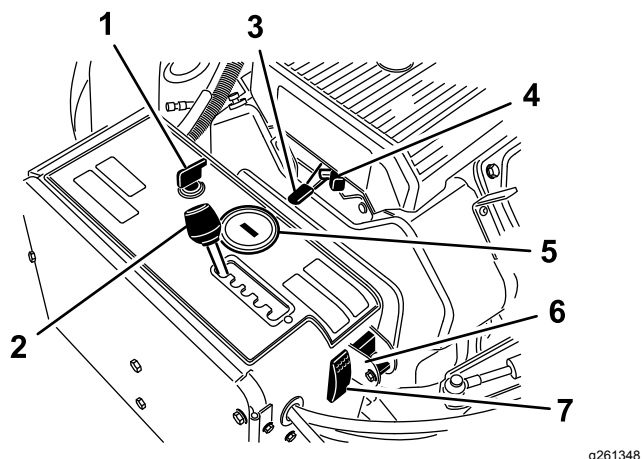

图14
使用点火开关图14以启动和关闭发动机。该开关有 3 个位置
将打孔机间距杆图14移到所需的打孔间距或用于行驶的“T”位置。
使用油门杆图14可控制发动机转速。向前推动油门杆可提高发动机转速快速位置向后推则降低发动机转速慢速位置。发动机速度用于调节打孔头的速度并控制机器的地面行驶速度。
- 当发动机关闭时小时表/转速计图14会显示发动机已经运行的小时数。
发动机冷启动时应使用阻风门图14。
将开关转到下方的位置可关闭 TrueCore 功能图14。卸掉螺栓以接触手动地形跟随开关。
如果机器停止运行如机器燃油耗尽 请按系统重置开关 (图14) 升起打孔头。